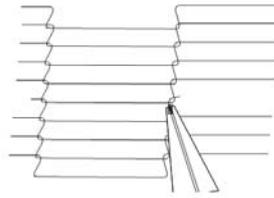

Рисунок 4-29.
6. Повторно соедините внутренние замыкающие звенья (Рисунок 4-29.)